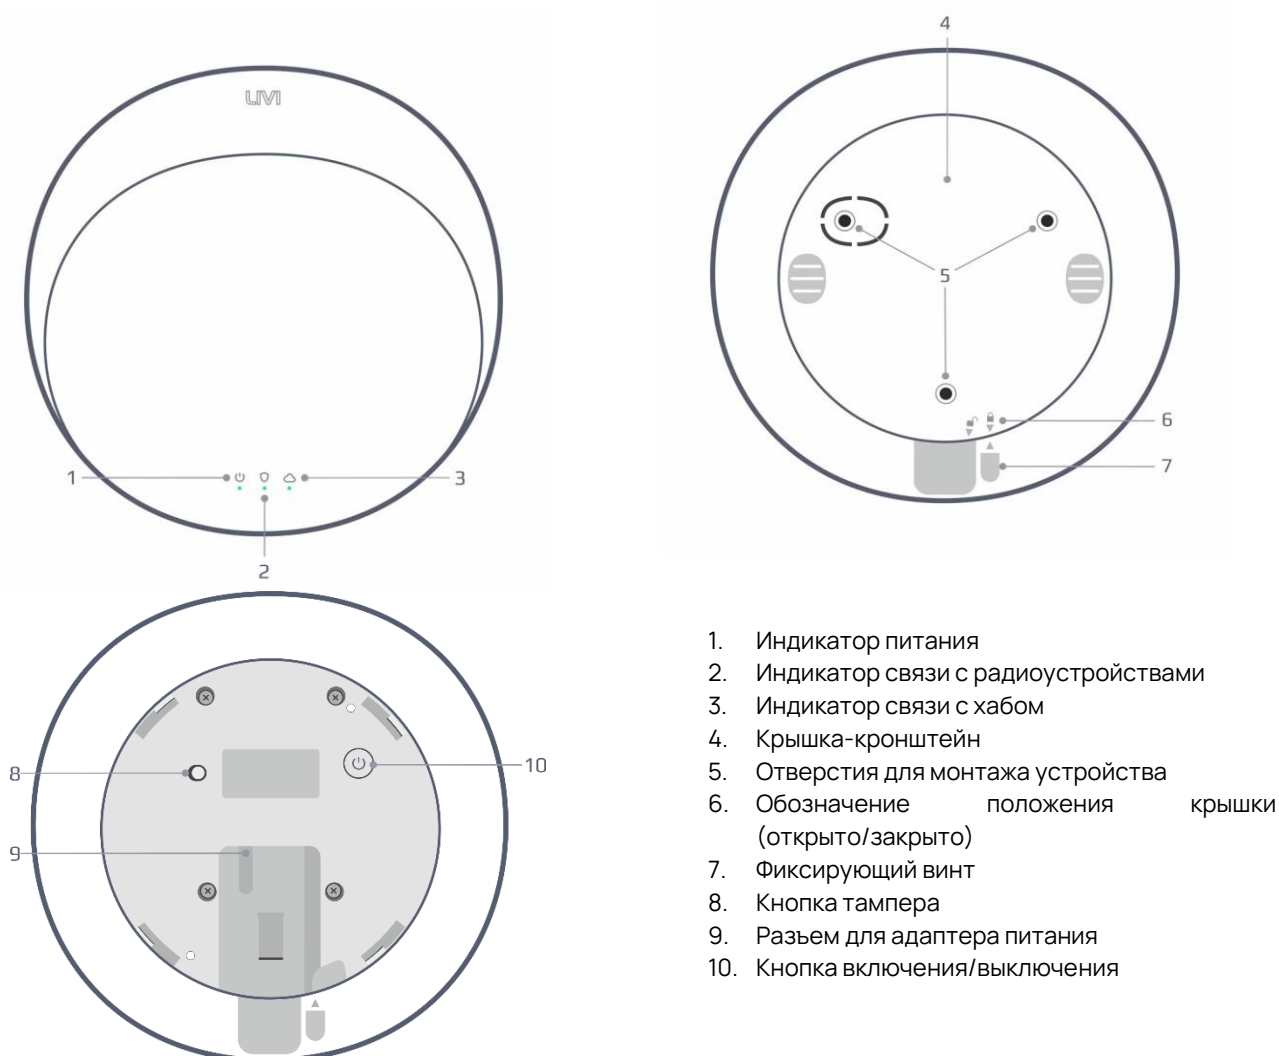

Рисунок 2.1 – Внешний вид ретранслятора Livi RPT K
Ретранслятор оснащен встроенным тампером (8, рисунок 2.1) для контроля вскрытия корпуса.
Если вы хотите, чтобы питание не подавалось на ретранслятор, то извлеките адаптер питания из розетки и зажмите кнопку (10, рисунок 2.1) до отключения индикации.
- При помощи крестовой отвертки ослабьте фиксирующий винт (7, рисунок 2.1) и снимите крышку-кронштейн (4, рисунок 2.1), повернув её против часовой стрелки так, чтобы метка  на крышке совпала с меткой  на корпусе ретранслятора.
- Подключите адаптер питания к разъему (9, рисунок 2.1) на корпусе ретранслятора, а затем к розетке с питанием 230 В.
Ретранслятор известит о готовности к связыванию миганием индикатора связи с хабом (3, рисунок 2.1) голубым цветом в течение 60 секунд.
- Отключите адаптер питания и выключите устройство, удерживая кнопку питания (10, рисунок 2.1).